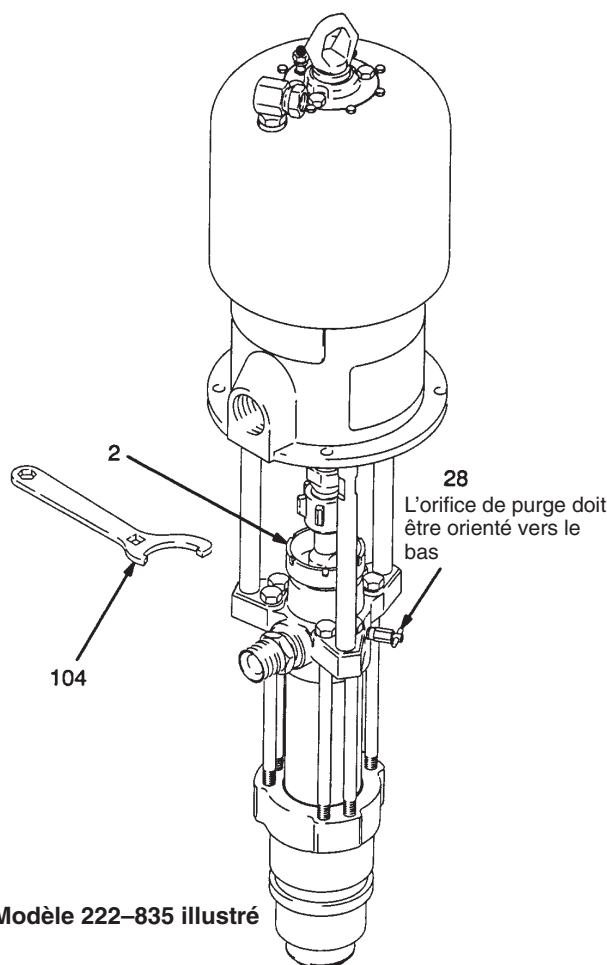

Fig. 2
Remplir la coupelle de presse-étoupe (2) au tiers de Liquide étanchéifiant Graco TSL ou d'un solvant compatible. Voir la Fig. 2. A l'aide de la clé fournie (104), resserrer l'écrou de presse-étoupe toutes les semaines, mais sans trop le serrer. Suivre la Procédure de Décompression décrite ci-dessus avant d'intervenir sur l'écrou de presse-étoupe.
Si l'on éprouve de la difficulté à amorcer la pompe, ouvrir légèrement le robinet de décompression (28). Utiliser l'orifice de purge, situé sur la partie inférieure du robinet, à la manière d'un robinet d'amorçage jusqu'à ce que le produit s'écoule. Voir Fig. 2. Refermer le robinet de décompression.